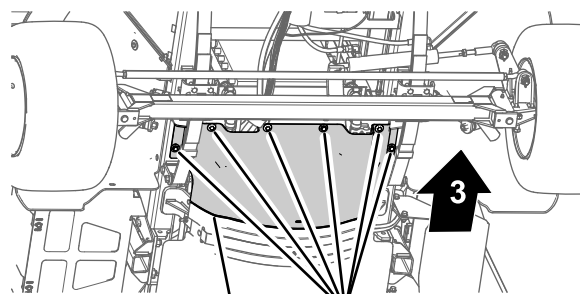

Рисунок 65
3. Выверните 6 болтов с шестигранными головками и снимите 6 шайб, которые крепят передний теплоизолирующий экран к шасси, и снимите экран (**Рисунок 65**).